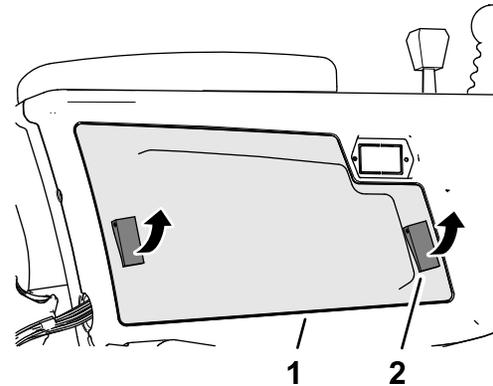

Figura 129
2. Abra los 2 enganches que sujetan la cubierta del brazo de control al brazo de control, y retire la cubierta (Figura 129).